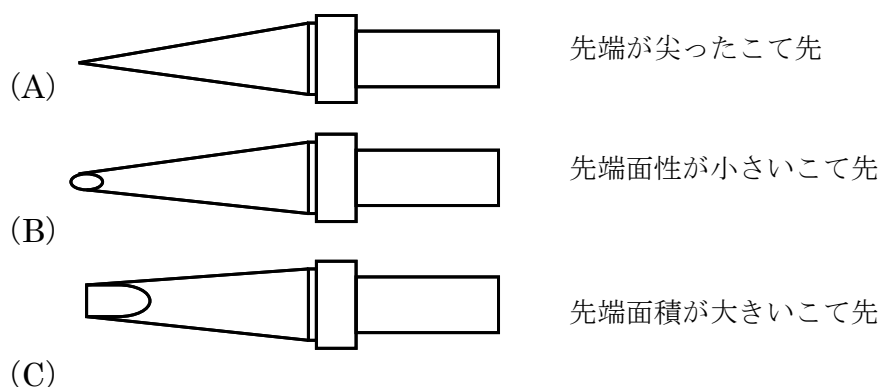

図 1. 各種こて先
はんだ付けする部品との接触面積が大きくなるこて先のほうが熱が伝わりやすく「はんだの科学（その 10）」の図 1 の温度上昇速度が速くなり作業が楽です。はんだ付けする部品が大きい場合は (C) のような先端面積の大きい小手先を使い、はんだ付けする部品に熱が伝わりやすいようにします。